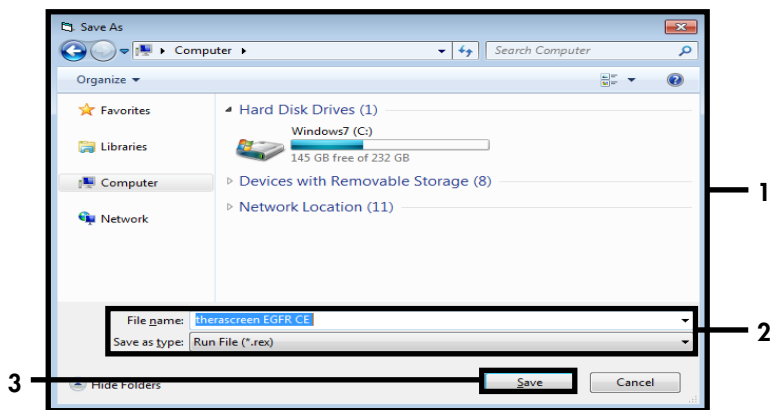

Abbildung 6. Das Fenster „Save As“ (Speichern unter) (1). 2 = Felder „File Name“ (Dateiname) und „Save as type“ (Dateityp); 3 = „Save“ (Speichern).
17. Das Fenster „Save As“ (Speichern unter) wird geöffnet. Wählen Sie einen geeigneten Dateinamen aus, und speichern Sie den PCR-Testlauf als *.rex-Testlaufdatei in dem ausgewählten Speicherort. Klicken Sie auf „Save“ (Speichern, siehe Abbildung 6).